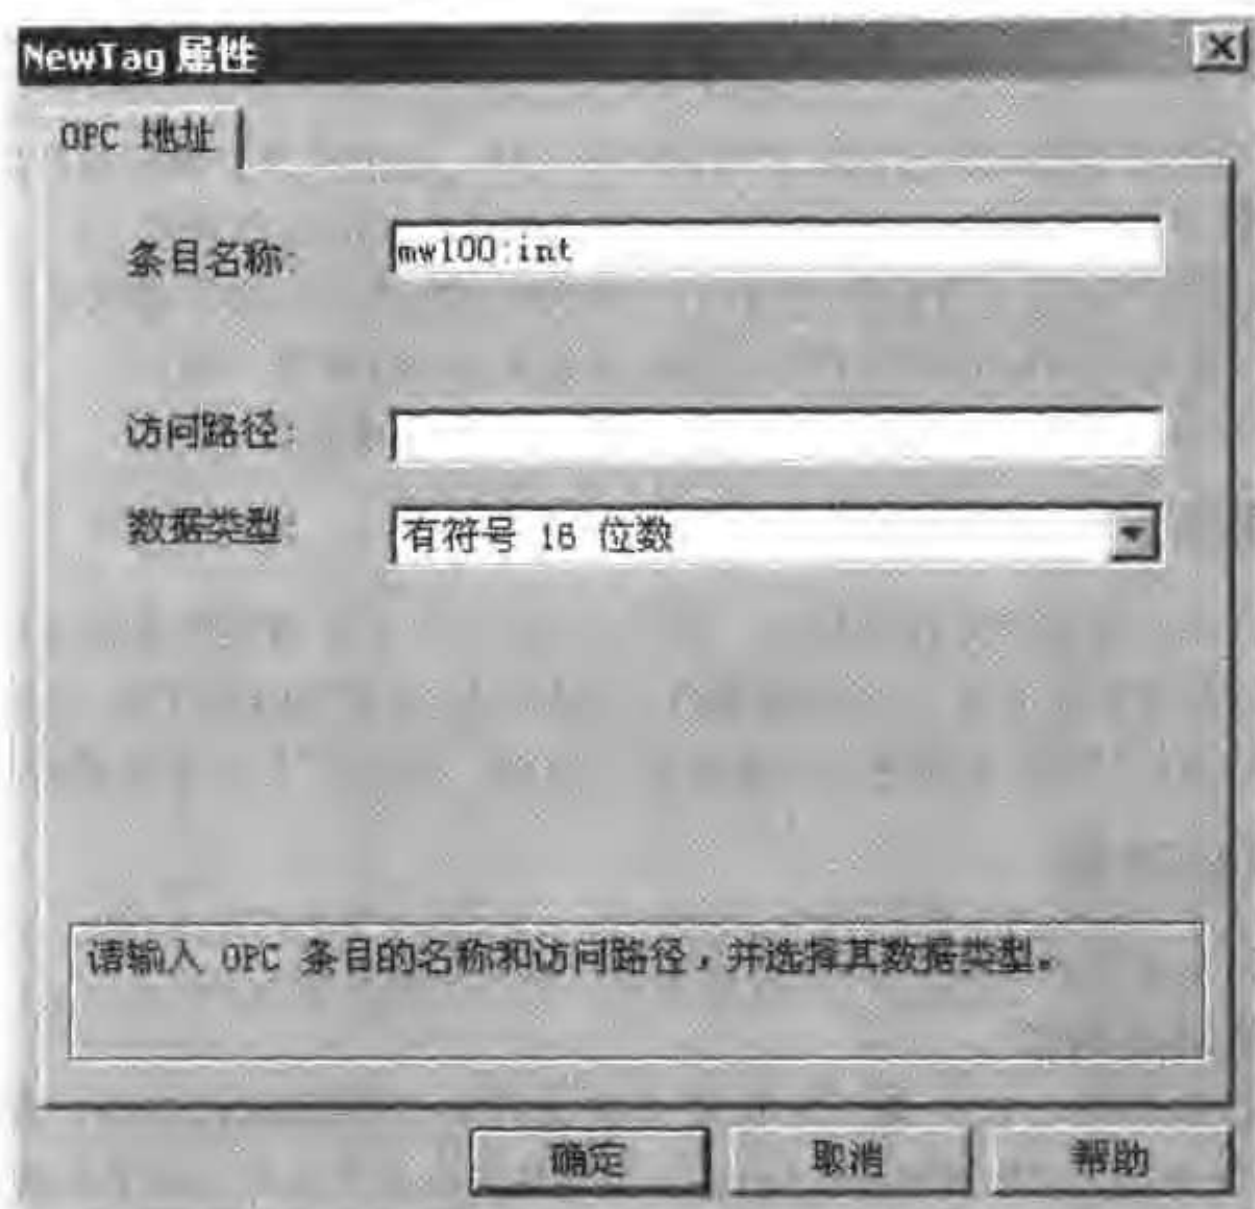

图 11-16 OPC 连接类型的变量条目名称
- 输入变量的名称,并选择变量的数据类型。单击“选择”按钮,“打开 OPC 地址”对话框。在此对话框中输入条目名称和访问路径,如图 11-16 所示。不同 OPC 服务器有不同的条目名称定义。WinCC OPC DA 服务器的条目名称即为其变量名称。图 11-16 为 WinAC 的条目名称形式。单击“确定”按钮,关闭相应的对话框。